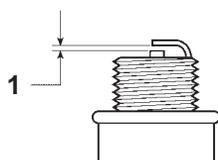

Figure 23
4. Réglez l'écartement des électrodes de la bougie neuve à 0,50 mm (Fig. 23).